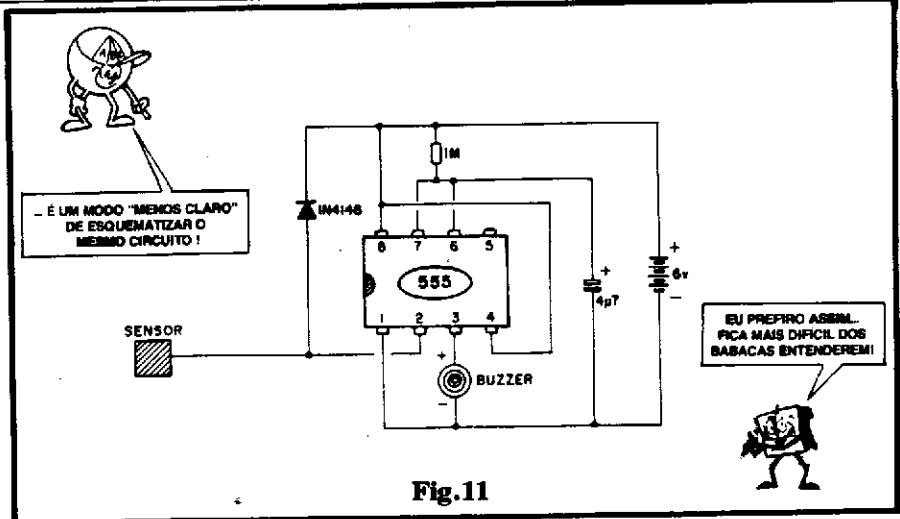

Fig.11
- FIG. 11 - A "prova" do que dissemos no texto referente à fig. anterior... É possível desenhar-se o mesmo circuito, de forma simbólica, conforme indica o diagrama (as figs. 10 e 11, portanto, representam exatamente o mesmo circuito final...), agora com o Integrado visto "inteiro", por cima, com todas as suas "peminhas" numeradas, e ocupando as posições "reais" que assumem na peça... Vejam, porém, que ao contrário de simplificar, o sistema "piorou" a visualização e a leitura do esquema, que agora mostra linhas de interligação compridas, cheias de "cruzamentos" e intersecções (que não haviam na representação anterior - fig. 10)!